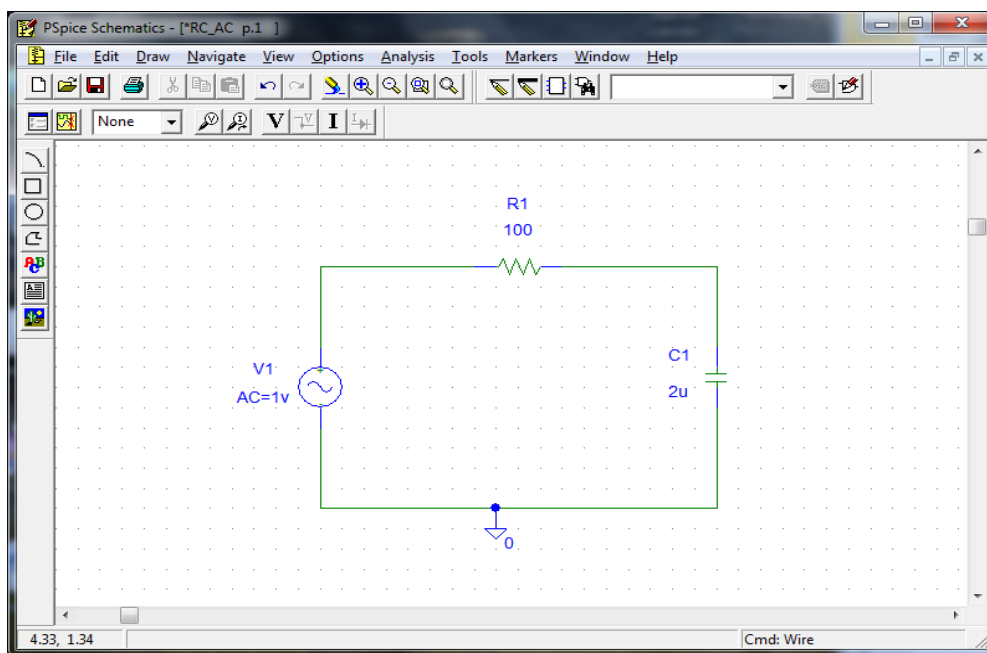

Рис. 14.1. Схема послідовного включення опору і конденсатора
1) Зберіть цю схему за допомогою редактора проектування PSpice Schematics. Як джерело напруги виберіть VSIN (**Transient Sine Voltage Source**) з бібліотеки source.slb. Атрибути джерела напруги ви задасте дещо пізніше. Кінцева схема (без позначення змінної напруги AC=1V), повинна виглядати так, як це показано на рис. 14.1.
3) Тепер необхідно викликати на екран редактора PSpice Schematics індикатор характеристик джерела напруги, тобто як зробити, щоб атрибут AC=1V відображувався безпосередньо на кресленні вашої схеми (см. рис. 14.1 і лабораторну роботу №1). Якщо ви досягли бажаного результату, тоді збережіть свою схему в робочій теці під ім'ям RC\_AC.sch.